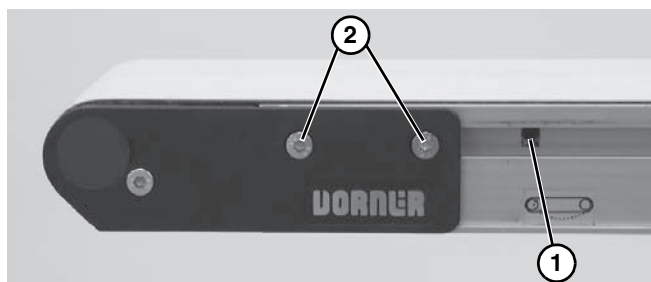

Figure 7
- Con una llave inglesa hexagonal de 5 mm, gire el engranaje de piñón (**Figure 7, item 1**) para tensar la cinta del transportador. Apriete los tornillos de fijación (**Figure 7, item 2**) de ambos lados del transportador a 80 in-lb (9 Nm). Para más información acerca de la tensión adecuada, consulte “Conveyor Belt Tensioning” on page 12”.